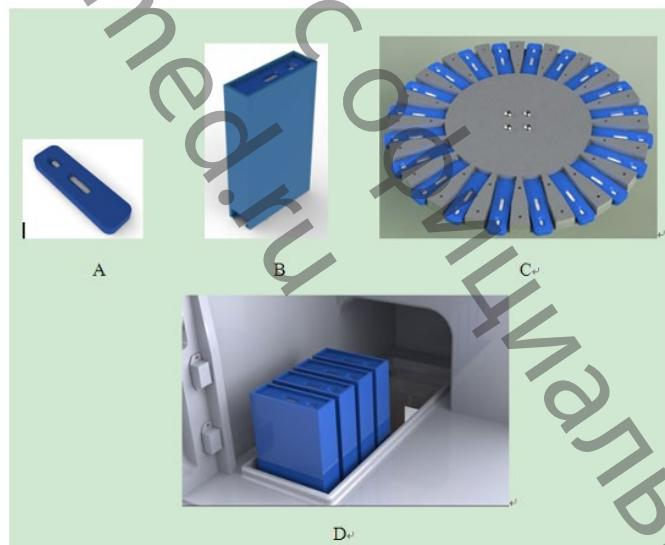

Рисунок 4.5-1 Установка экспресс-тестов в изделие в варианте исполнения Sciendox 2000R
Снарядить экспресс-тестами (A) коробку (B) и установить коробки на лоток камеры для экспресс-тестов (D). На лоток можно поместить 4 коробки с одинаковыми или разными экспресс-тестами. Необходимо следить за тем, чтобы ярлык на коробке был повернут к внешней стороне оборудования. Изделие автоматически разместит экспресс-тесты на диске (C) (рис. 4.5-1).